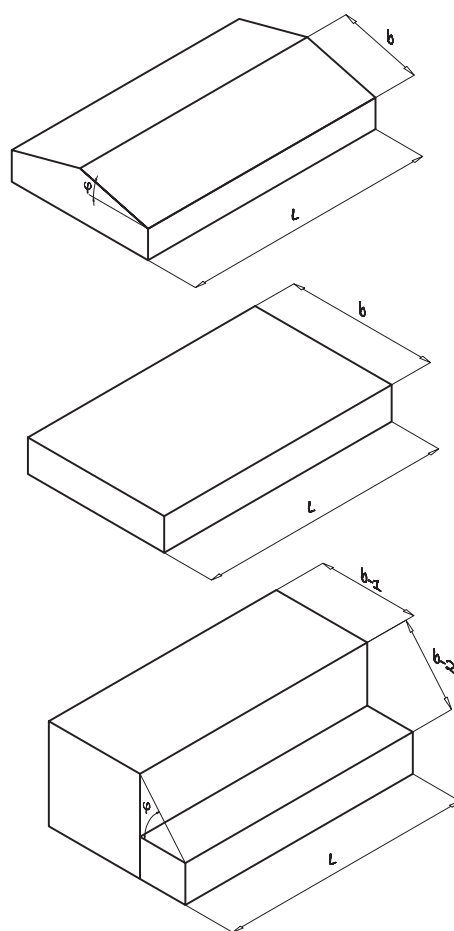

Figura 3.1: exemplu de acoperișuri simple și compuse
Pe lângă valoarea standardizată a intensității ploii, suprafața acoperișului determină cantitatea de apă care trebuie drenată. Suprafața unui acoperiș (F) este determinată ca produsul dintre lățimea sa efectivă (b) și lungime (l). $F = b \times l \text{ (m}^2\text{)}$, conform celor indicate în figura 3.1. Pentru suprafața unui acoperiș simplu, lățimea efectivă a acoperișului trebuie măsurată paralel cu suprafața acoperișului (fără proiecție orizontală!).
Pentru suprafața unui acoperiș compus, lățimea efectivă a acoperișului trebuie măsurată paralel cu aria imaginara a suprafeței acoperișului compus, conform celor indicate în figura 3.1.
NEN 3215 estimează că precipitațiile cad pe suprafață sub un anumit unghi datorită vântului. Prin urmare, baza pentru dimensionarea sistemului de drenare a apei pluviale nu este proiecția orizontală a suprafeței acoperișului, ci suprafața efectivă a acoperișului. Pentru acoperișuri legate de un perete exterior sau care sunt compuse din mai multe suprafețe de acoperiș cu înclinări diferite, trebuie luată în calcul o suprafață de calcul a acoperișului. Acest lucru este reprezentat în figura 3.1.